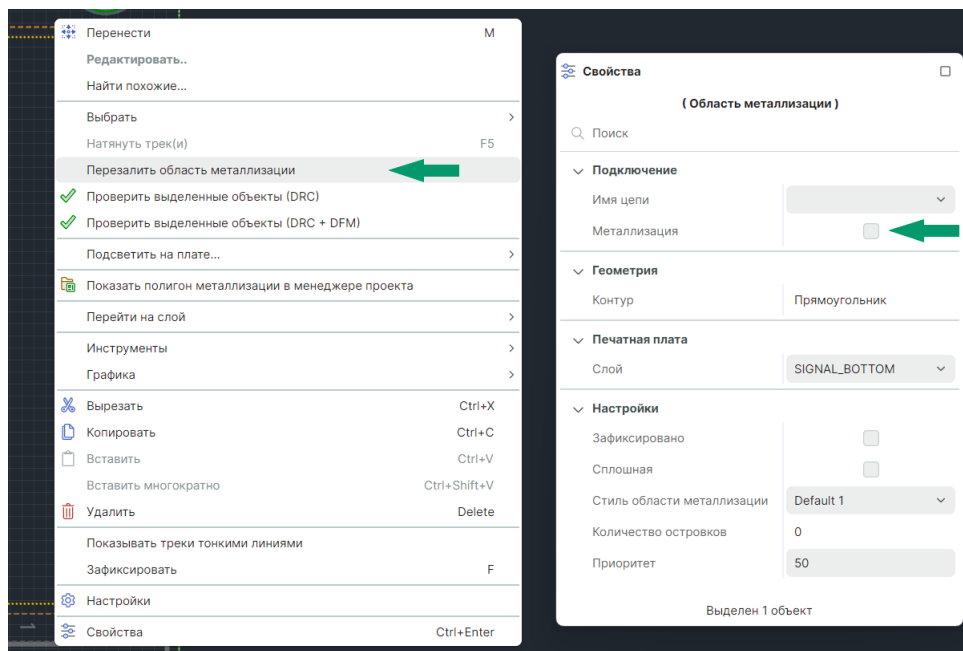

Рис. 434 Способы заполнения области металлизации
2. В контекстном меню выберите «Перезалить область металлизации» или установите флаг в чек-боксы «Свойства» → «Подключение» → «Металлизация», см. Рис. 434.